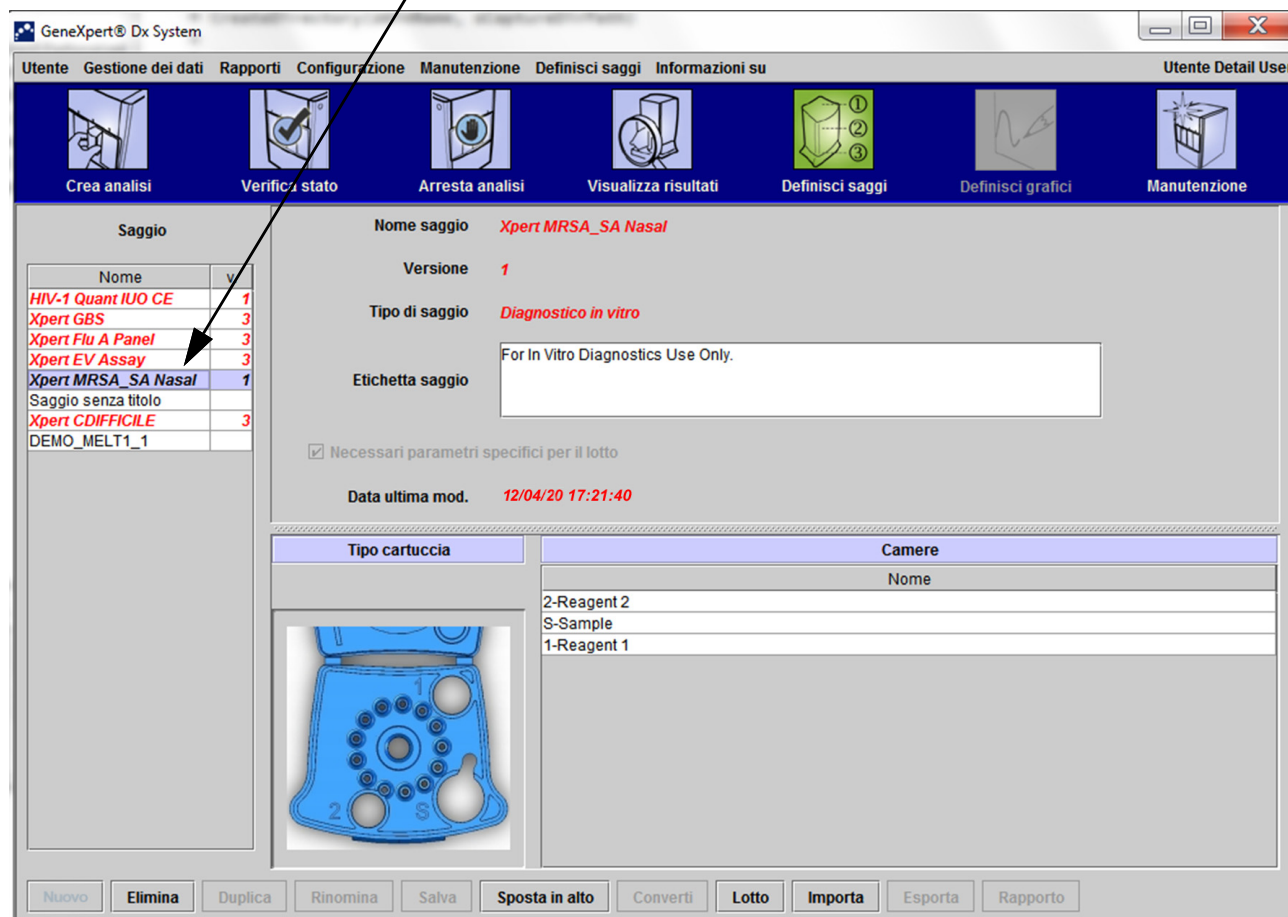

Figura 5-17. Finestra GeneXpert Dx System—Definisci saggi
1. Nella finestra GeneXpert Dx System, fare clic su **Definisci saggi**. Viene visualizzata la finestra Definisci saggi (vedere la Figura 5-17).